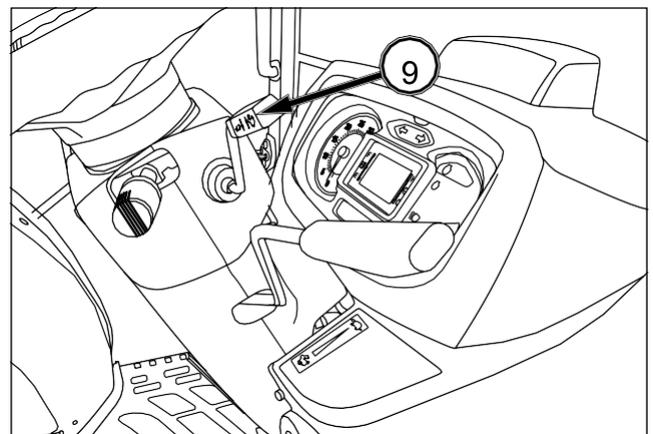

FIG. 86
FIG. 86: La palanca de doble acción (9) permite modificar el intervalo de velocidades cuando el regulador de velocidad no se utiliza. La selección de fase HST ofrece dos modificaciones, de la velocidad lenta a la rápida.